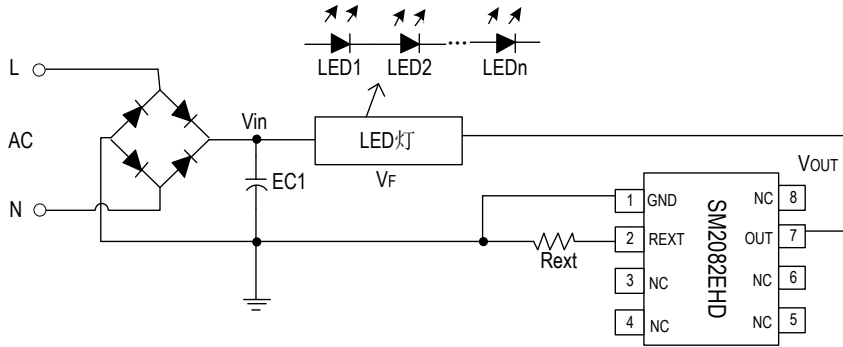

图 3. SM2082EHD 无频闪应用电路原理图
- 1) 图 3 电路中， $V_{in}$ ：线网电压， $V_F$ ：灯珠电压， $V_{out}$ ：芯片 OUT 端口电压，为保证系统无频闪，需满足：